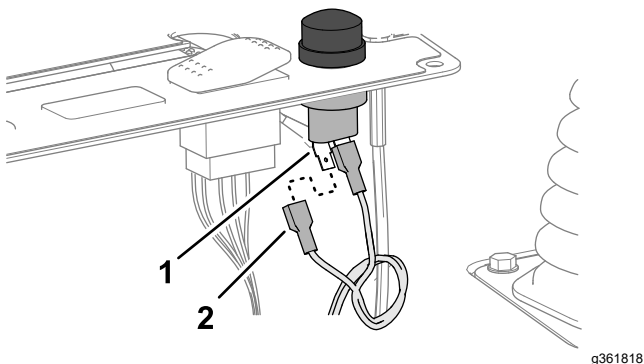

Figura 18
4. Conecte los 2 terminales del arnés de cables con la etiqueta HORN SWITCH (interruptor del claxon) a los terminales del interruptor del claxon (Figura 18).